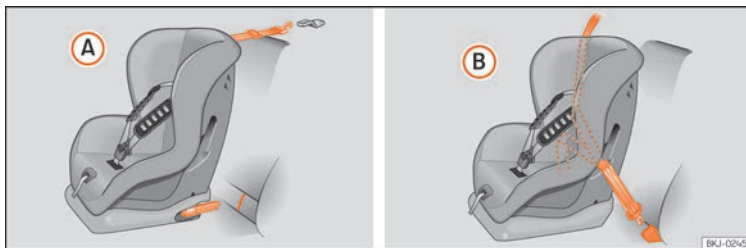

Fig. 32 En los asientos traseros: posibles montajes del asiento para niños.
La ilustración » » » **fig. 32 (A)** muestra la fijación básica del sistema de retención para niños con las anillas de sujeción inferiores y el cinturón de sujeción superior. La ilustración » » » **fig. 32 (B)** muestra la fijación del sistema de retención para niños con el cinturón de seguridad del vehículo.